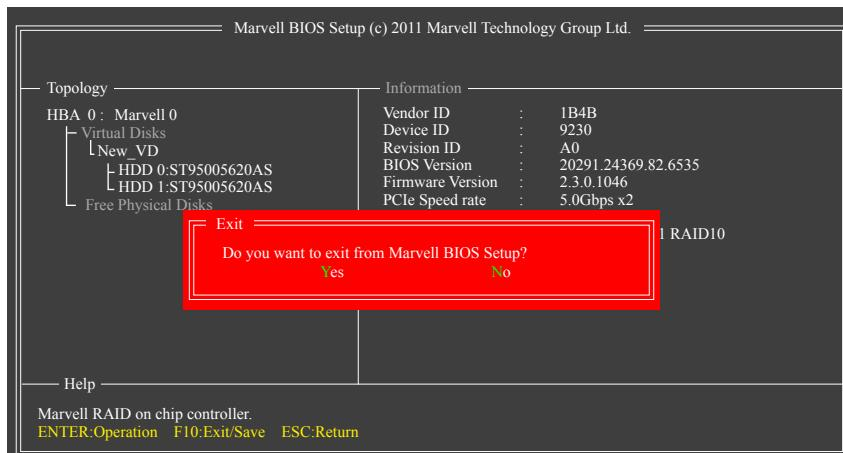

図 7
5. 設定を保存して終了します。RAID 構成の完了後、構成画面を終了する前に、必ずメイン画面で <F10> を押してください。<Y> を押して確認するか <N> を押してキャンセルします(図 7)。これで、SATA ドライバとオペレーティングシステムをインストールできるようになりました。